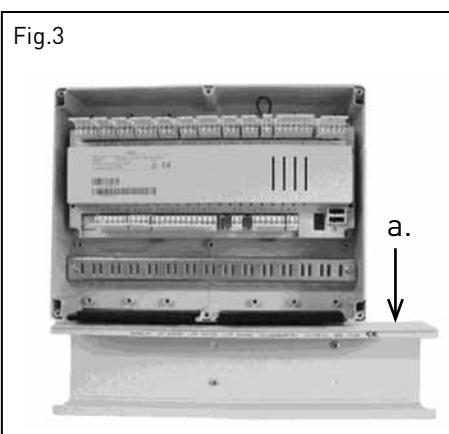

Fig.3
- Colocar el cuerpo regulador en la pared y marcar los 4 orificios de fijación (5mm) (fig.3)